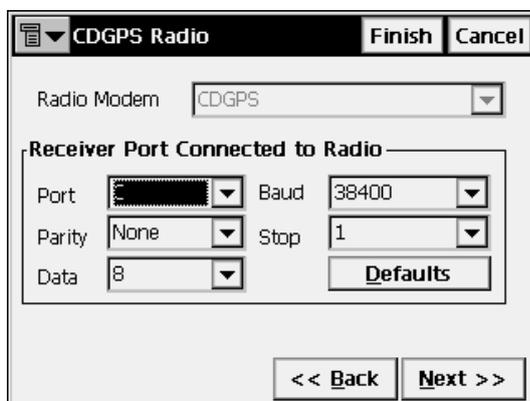

Рисунок 3-35. Радио CDGPS
- Если используются данные системы CDGPS (канадская национальная служба DGPS), задайте параметры радио так же, как для радиомодема (рис. 3-35).